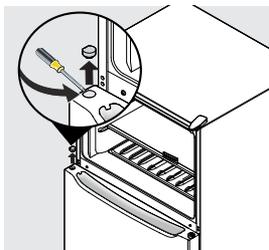

figura 7
1. Con un destornillador de punta plana, saque el tapón del cojinete de la bisagra central del lado izquierdo de la puerta del refrigerador y deséchelo (consulte la figura 7).